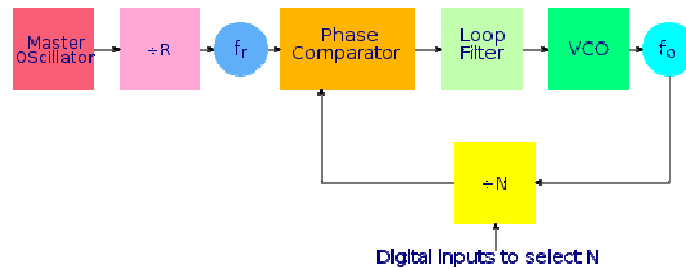

Fig. 2: Blocos básicos de um PLL com o divisor N de frequência configurável.
4. Observe atentamente a Figura 6-1 do manual [1]. Além das fontes de referência externa e de referência interna, o sinal de **clock** MCGOUT pode ser derivado de um sintetizador de frequências baseado em laços travados, laço travado em frequência (FLL, *frequency-locked loop*) e laço travado em fase (PLL, *phase-locked loop*). Fig. 2 esquematiza o princípio de funcionamento de um sintetizador com laço travado em fase. Ele é fundamentado na realimentação negativa da